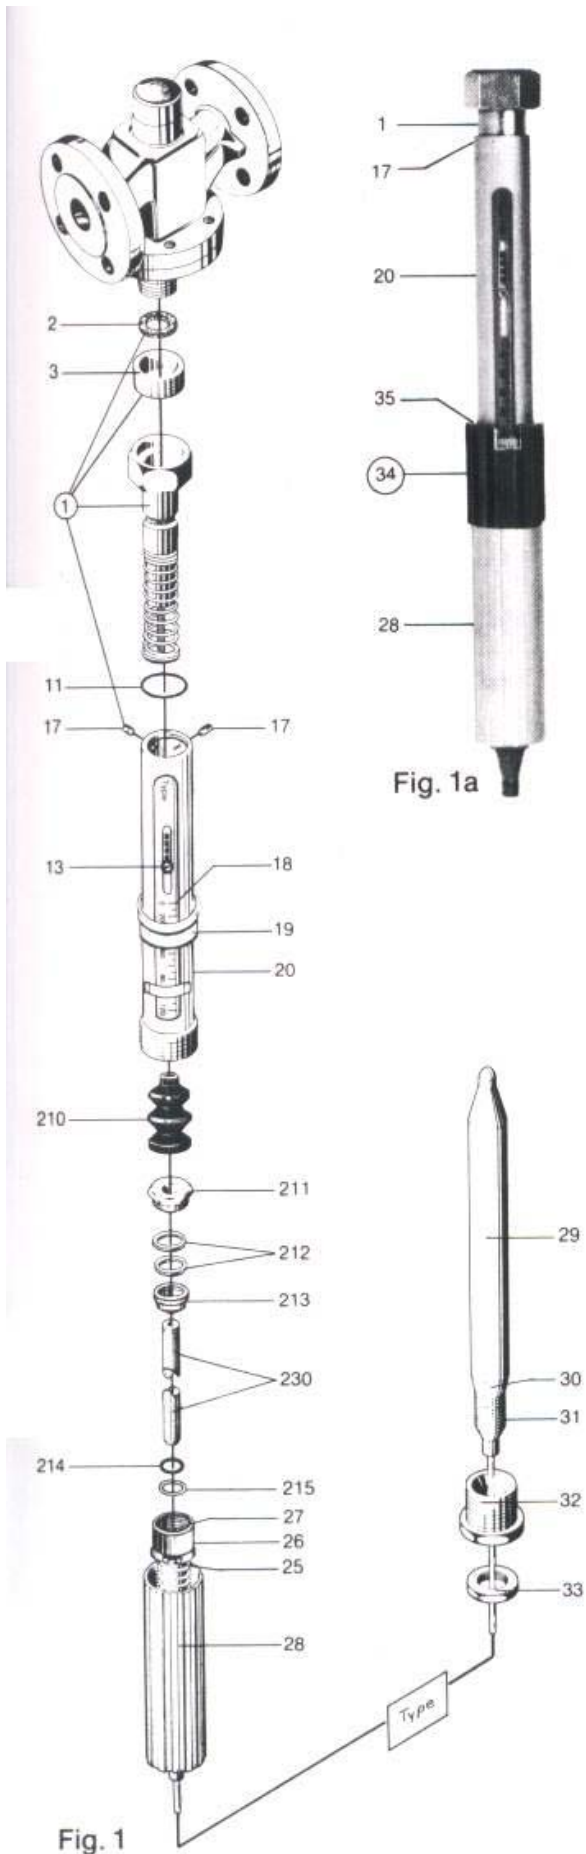

Fig. 1a
- Termostat mocować przy pomocy specjalnej nakrętki którą uszczelniamy uszczelką (2). Do montażu z zaworem 1" RG. należy użyć nakrętki redukującej (3).
- Urządzenia które mogą być poddane wstrząsom (np. urządzenia okrętowe), należy regulator temperatury (28 rys. 1a.) wesprzeć oraz rurkę włoskową zamocować.
Zablokowanie Termostatu - przy życzonej temperaturze**Oprzyrządowanie. (rys. 1a)**